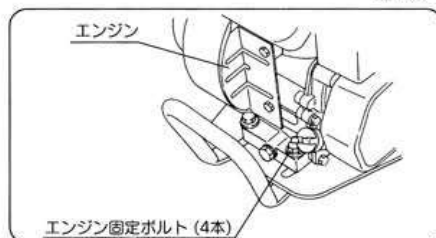

図37
- ③ 調節ボルトにおいて調整不可の際はエンジン固定ボルト(4本)を緩め、エンジンを前方に移動させてベルトの張り具合を調整します。(図37)